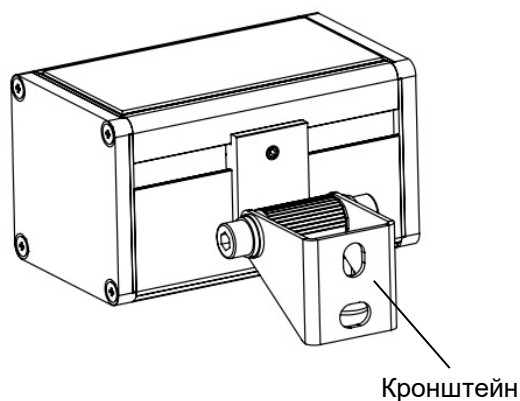

Рис. 1
1.4 Для установки светильника Луч на монтажную поверхность предусмотрены монтажные отверстия в кронштейне (крепёжные изделия не идут в комплекте) (рис.1):